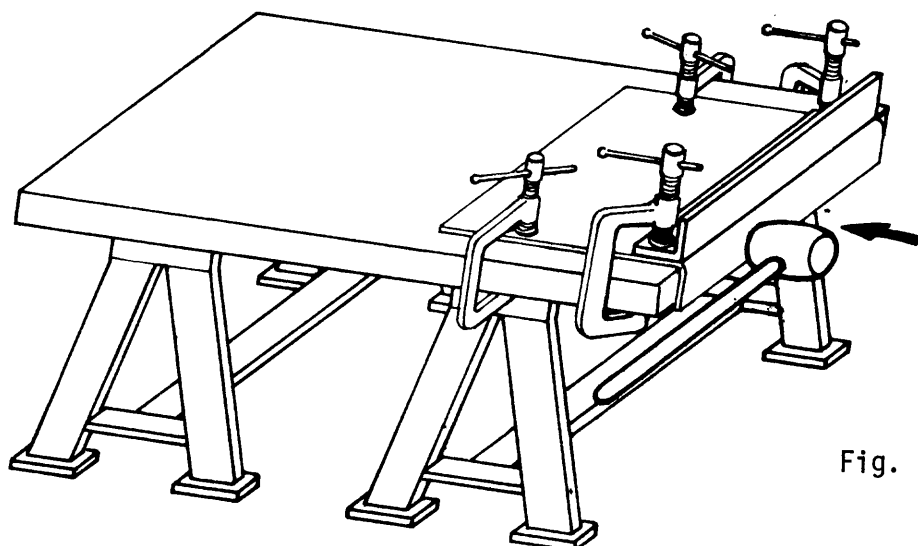

Fig. 3
- 2) Si la pestaña forma ángulos mayores de 45°, siga golpeando la parte a pestañar, hasta obtener el ángulo requerido (fig. 3).